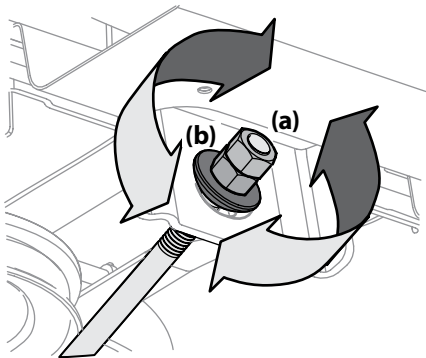

Figura 4-6
- Para *eleva*r el frente de la plataforma, extraiga la tapa de extremo, afloje la tuerca exterior (a) y apriete (rosca hacia adentro) la tuerca interior (b) contra la ménsula de suspensión delantera. Consulte la Figura 4-6. Una vez alcanzado el ajuste adecuado n, vuelva a ajustar la tuerca exterior (a) y vuelva a colocar la tapa de extremo.
- Para *baja*r el frente de la plataforma, extraiga la tapa de extremo, afloje la tuerca exterior (a) y afloje (rosca hacia afuera) la tuerca interior (b) alejándola de la ménsula de suspensión delantera. Consulte la Figura 4-6. Una vez alcanzado el ajuste adecuado, vuelva a ajustar la tuerca exterior (a) y vuelva a colocar la tapa de extremo.